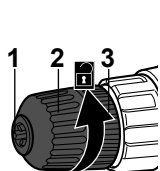

Fig. 1
1. Fixer le mandrin sans clé (3) en position et tournez le manchon du mandrin (2) dans le sens anti-horaire jusqu'à ce que les mâchoires de l'étau (1) ouvrir assez large pour y insérer la mèche (Fig. 1).